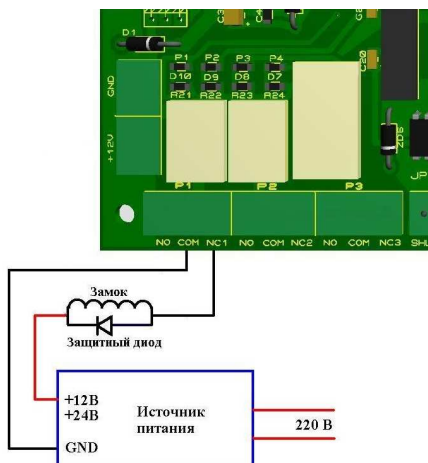

Рис.6. Схема подключения электромагнитного замка с внешним источником питания к нормально-замкнутому контактам реле.
Принципиальная схема подключения исполнительных устройств, требующих для поддержания в запертом состоянии непрерывной подачи питания (нормально открытых исполнительных устройств), например, электромагнитных замков, приведена на рис.6. Для управления используются нормально замкнутая (NC) группа контактов реле, так как на обмотку реле напряжение подается только на время, когда исполнительное устройство должно быть открытым.